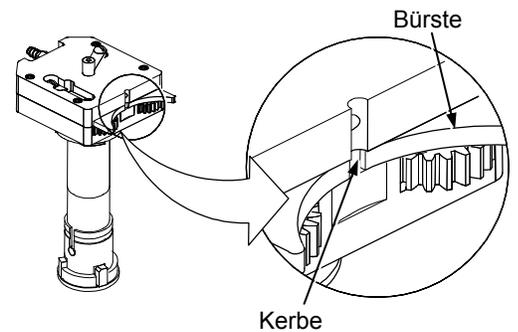

Abbildung 35 Inspektion der Bürste
9. Untersuchen Sie die Bürste. Siehe Abbildung 35.